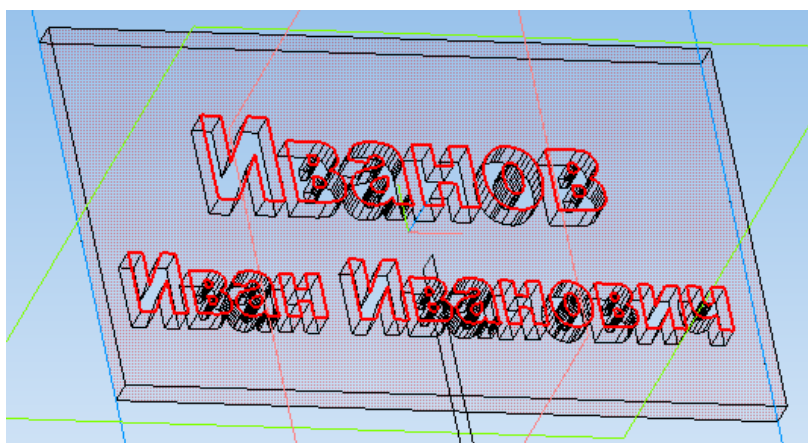

Рис. 14
1. Почти ни для каких шрифтов не удастся полностью (насквозь) вырезать текст выдавливанием. Причина проста: в этом случае некоторые части модели – например, серединки букв «О», «а» или «в» окажутся полностью отделены от остальной модели. А такие «повисшие» фрагменты, нарушающие целостность модели, являются ошибкой. Компас в этом случае не позволит завершить выполнение операции **Вырезать выдавливанием**, оставив изображение модели «черновым» (рис. 14).